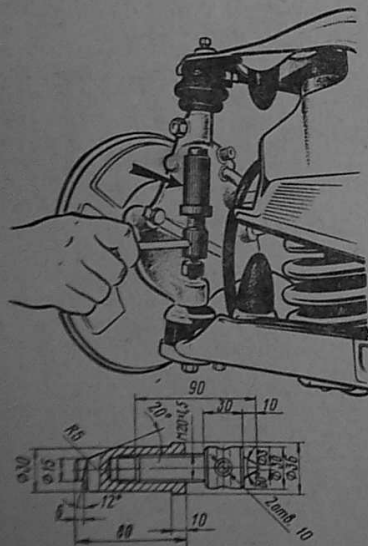

Рис. 112. Приспособление для выпрессовки пальца шаровой опоры и его установка
3. Установить приспособление (рис. 112) для выпрессовки пальца шаровой опоры из конусного отверстия так, чтобы оно одним концом входило в отверстие верхней бобышки стойки, а другим в центровое отверстие пальца шаровой опоры, как показано на рисунке. Если не удается ослабить посадку пальца в конусе за счет вращения винта, допускается ударами молотка по выступающему фланцу этого приспособления выбить палец из конусного отверстия.